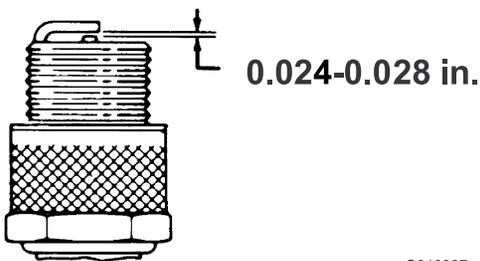

Figura 27
3. Compruebe que la distancia entre los electrodos es correcta (Figura 27).